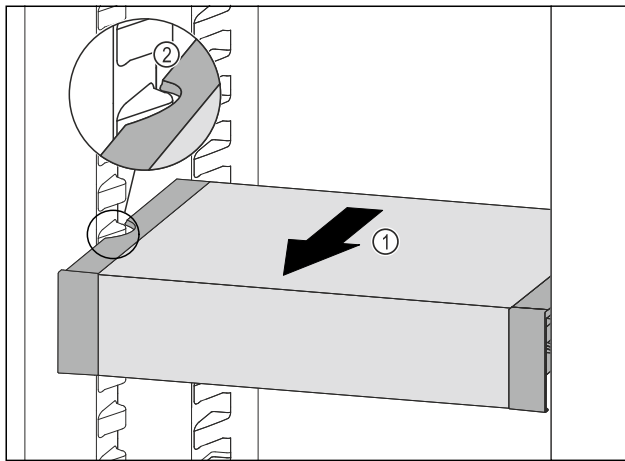

Fig. 124
- ▶ VarioSafe nach vorne ziehen Fig. 124 (1), bis sich die seitlichen Aussparungen des VarioSafes auf Höhe der Behälterterrippe im Kühlteil befinden. Fig. 124 (2)